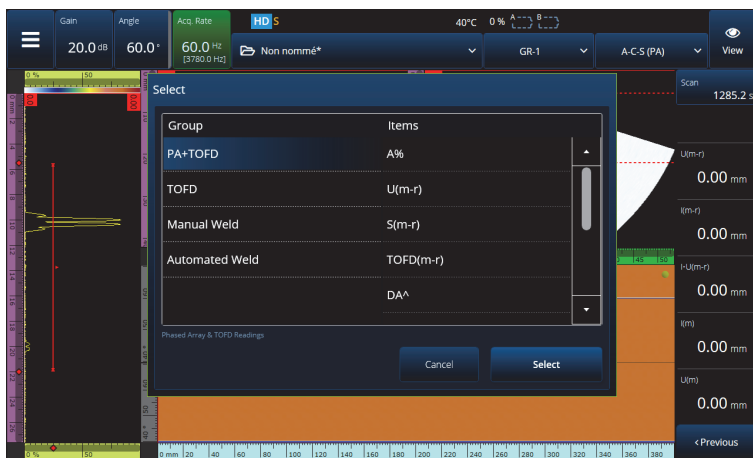

Figura 2-63 Selezione di un elenco di letture
Tutte e dieci le letture visualizzate sul lato destro della schermata sono incluse nel rapporto creato e sono salvate in un file di configurazione. È possibile selezionare quali parametri UT visualizzare nelle letture, singolarmente o come elenco. Una descrizione di ogni parametro è fornito dal menu **Select** (seleziona) delle letture quando viene selezionato (Figura 2-63 a pagina 121).
- a) Con **Select Reading List**, è possibile scegliere un elenco di letture predefinite (Figura 2-63 a pagina 121).